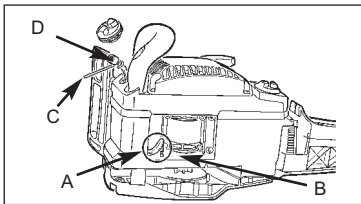

рис. 16
- Отсоедините масляный шланг (A) от штуцера насоса (B).
- С помощью крючка из проволоки (C) выньте масляный фильтр (D) из бака. Полностью извлеките фильтр и шланг.
- Обрежьте шланг до нужной длины и наденьте его на штуцер масляного насоса (рис. 16).